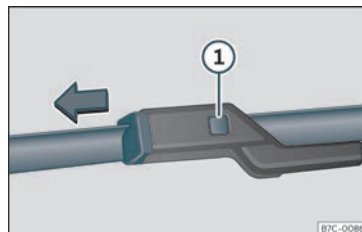

Abb. 41 Scheibenwischerblätter vorne auswechseln.
- Entriegelungstaste»» Abb. 41 ❶ gedrückt halten und gleichzeitig das Scheibenwischerblatt in Pfeilrichtung abziehen.